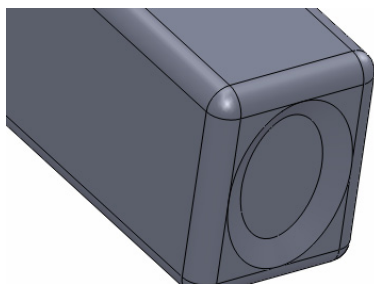

图 16-39 创建拉伸切除特征
(15) 退出草图绘制环境, 弹出【切除-拉伸】属性管理器, 设置【深度】为 0.3、【拔模角度】为 60, 单击【确定】按钮, 创建拉伸切除特征, 如图 16-39 所示。